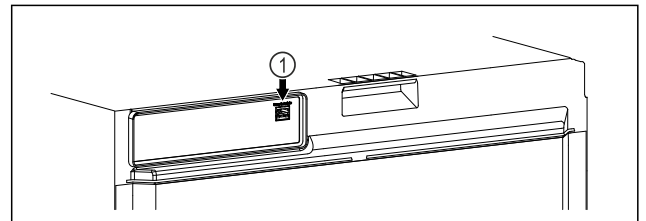

Fig. 100
- SmartModule Fig. 100 (1) se rabi.